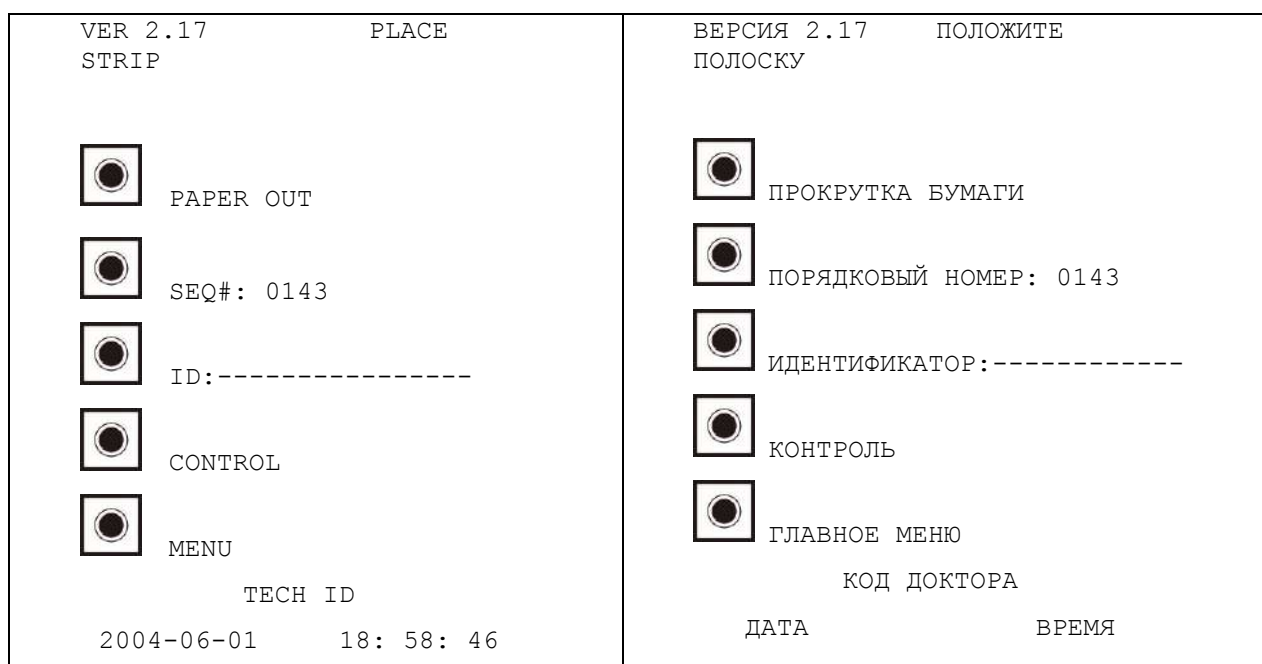

Рис.2-13
2.4.2. После самотестирования на экране появится **ГЛАВНОЕ МЕНЮ** (рис. 2-13).